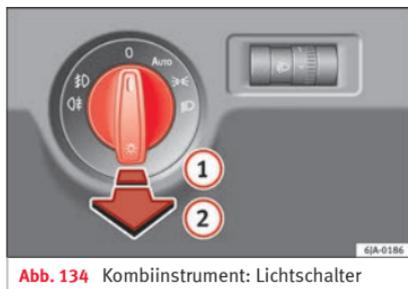

Abb. 134 Kombiinstrument: Lichtschalter
- Drehen Sie zunächst den Lichtschalter »» **Abb. 134** in die Stellung **AUTO**, »« oder »».
- Ziehen Sie den Lichtschalter in die Position ①.
- Drehen Sie zunächst den Lichtschalter » **Abb. 134** » Seite 129 in die Stellung **AUTO**, ☞ oder ☞.